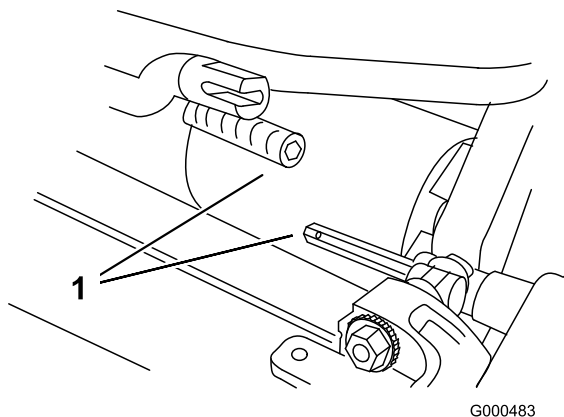

Figure 9
3. Poussez le plateau de coupe sous le groupe de déplacement puis vers la gauche pour engager l'accouplement de la transmission (Figure 9).